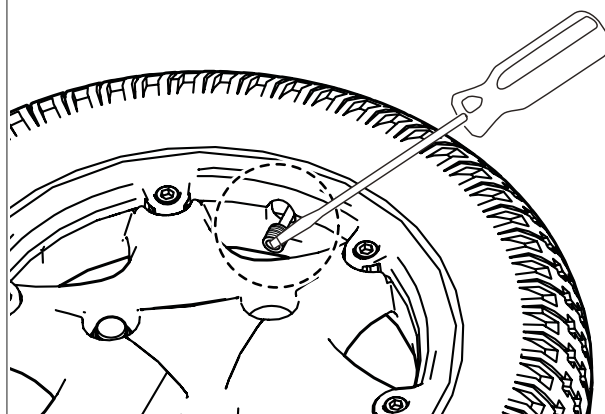

Fig. 8.5
- Vi sono 6 viti sul cerchione che devono essere allentate/strette nell'ordine indicato, (Fig. 8.5).
- Estrarre e stringere le viti usando una chiave esagonale da 5,0 mm. (Fig. 8.5).
- Stringere i bulloni nell'ordine mostrato in Fig. 8.5, facendo attenzione a non pizzicare la camera d'aria.